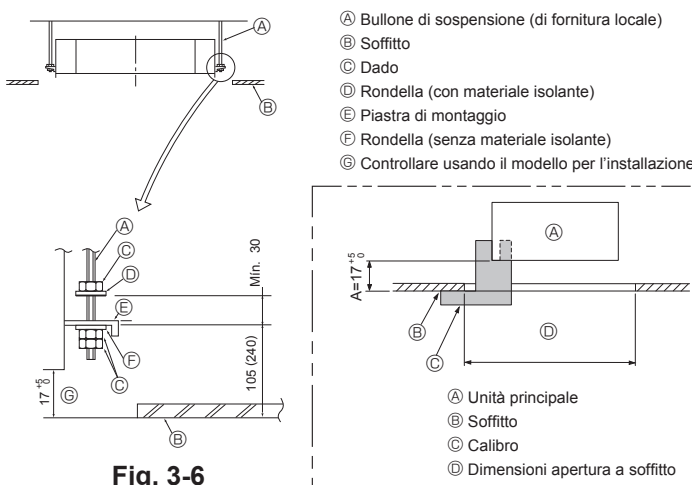

Fig. 3-6
3.6. Procedure per sospendere l'unità (Fig. 3-6)